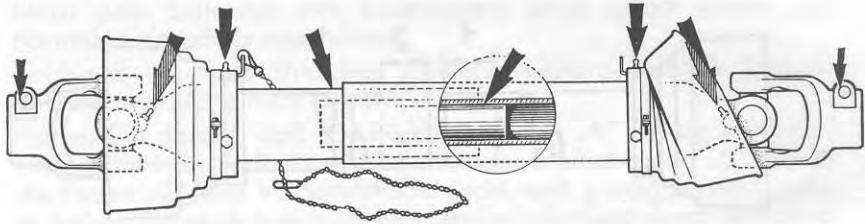

Abb. 16
- d) Tägliches Schmieren der Gelenkwelle bei Dauerbelastung mit Wälzlagerfett (Lithium-Seifenfette) erforderlich. Bei ununterbrochenem Betrieb mindestens wöchentlich einmal durchschmieren. Schmierung so lange fortsetzen, bis das Fett an den Gelenkdichtungen austritt (Schmierstellen s. Abb. 16).